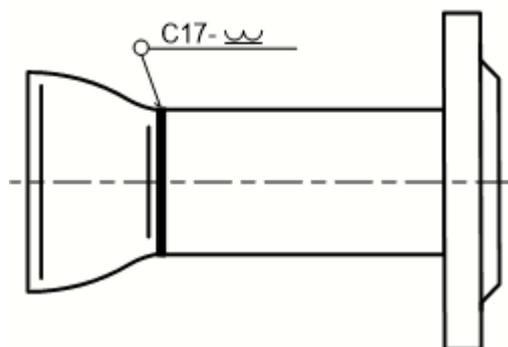

Рис.7. Прямолинейный отрезок трубы с концентрическим переходом.
- 3.3.2.4. Если монтаж выполняется в трубопровод с DN большим, чем DN ППР, к противоположным концам отрезков труб следует приварить концентрические переходы (рис.7).